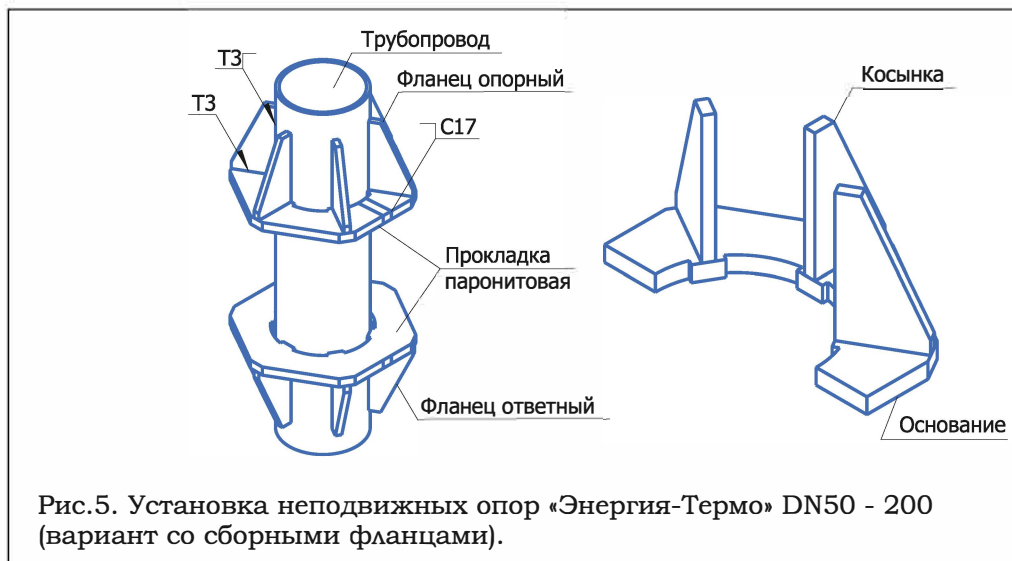

Рис.5. Установка неподвижных опор «Энергия-Термо» DN50 - 200 (вариант со сборными фланцами).
3. Зафиксировать основание опорного фланца в соответствии с рис.5 (стр. 39). Обеспечить плотное прилегание основания опорного фланца и паронитовой прокладки к плите перекрытия, зазоры не допускаются.
4. Приварить косынки опорного фланца к трубопроводу в соответствии с рис.5 (стр. 39, сварной шов ТЗ катетом не менее толщины стенки трубопровода).
6. Собрать ответный фланец вокруг трубопровода в соответствии с рис.5 (стр. 39). Выровнять плоскость основания ответного фланца, перепад кромок основания ответного фланца друг относительно друга не более 1 мм. Соединить
7. Зафиксировать основание ответного фланца в соответствии с рис.5 (стр. 39). Обеспечить плотное прилегание основания ответного фланца и паронитовой прокладки к плите перекрытия, зазоры не допускаются.
8. Приварить косынки ответного фланца к трубопроводу в соответствии с рис.5 (стр. 39, сварной шов ТЗ катетом не менее толщины стенки трубопровода)